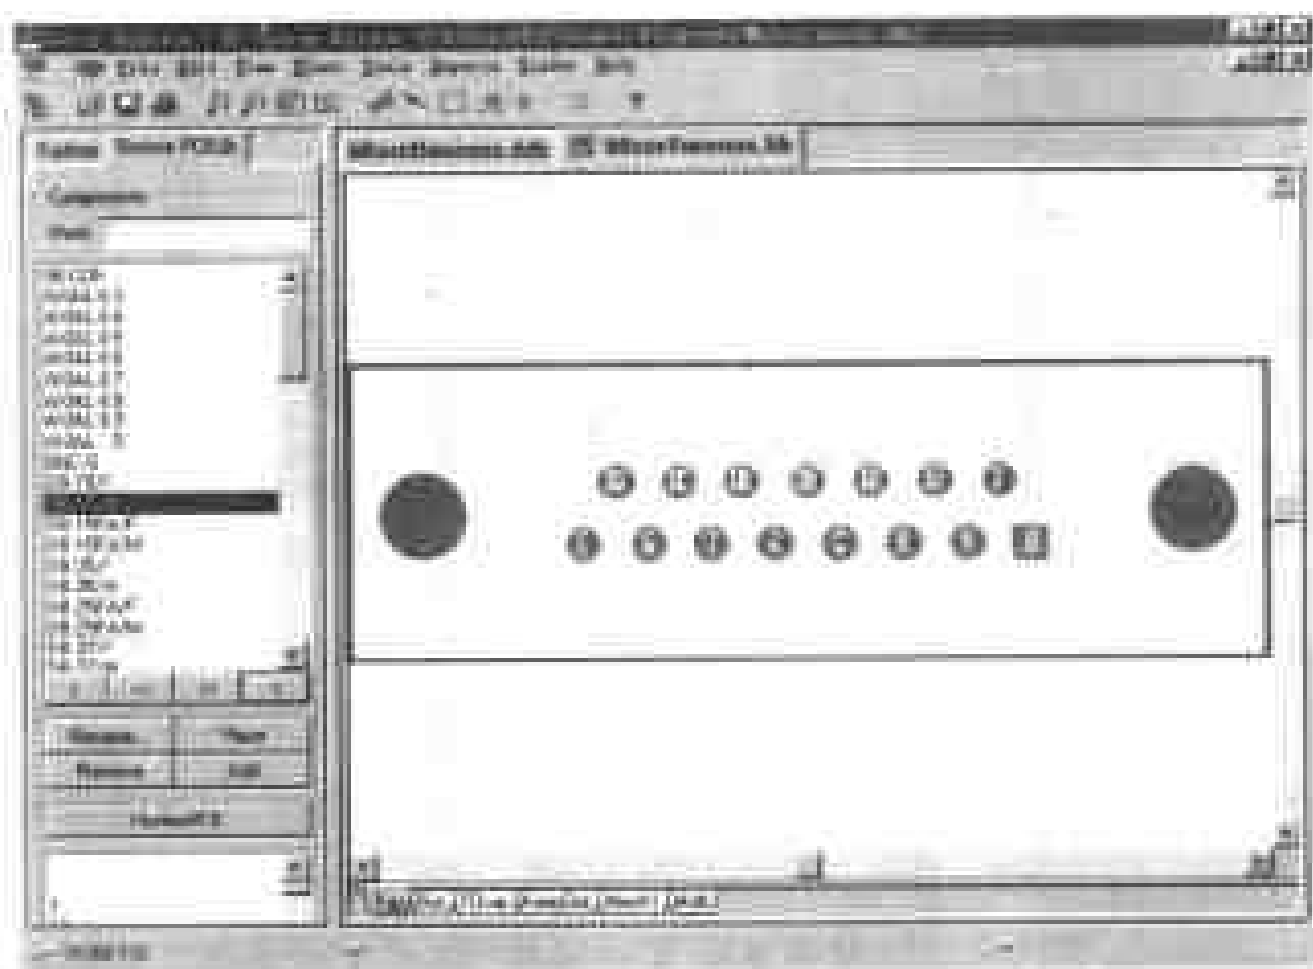

图 6-31 编辑元件时的操作界面
(10) 如果用户对选定的元件不满意，还可以对其进行编辑，只需要在 Components 列表框中选定元件后，单击列表框底部的 Edit 命令按钮，即可进入编辑元件的界面，如图 6-31 所示。